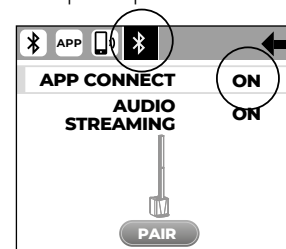

Fig. 4
1. Empuje hacia atrás el elemento B para desengancharlo del soporte (Fig. 4)
## 5.3 | PANTALLA MENÚ BLUETOOTH® (Fig.4)